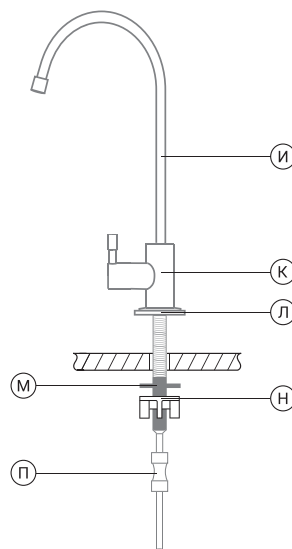

Рис. 9
11. Произведите монтаж крана (рис. 9) в следующей последовательности:
12. Синюю трубку 1/4" подключите к фитингу 1/4" из комплекта поставки (см. раздел «Присоединение трубок» (стр. 10) и рис. 9).
13. Фитинг 1/4" вместе с установленной в него трубкой подключите к штоку кран чистой воды (см. раздел «Присоединение трубок» (стр. 10) и рис. 9).